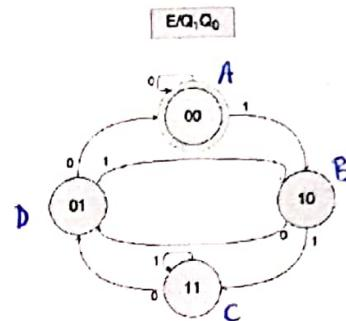

Figura 2
- Escribir la arquitectura VHDL para un circuito que responda al diagrama de estados representado en la figura 2.